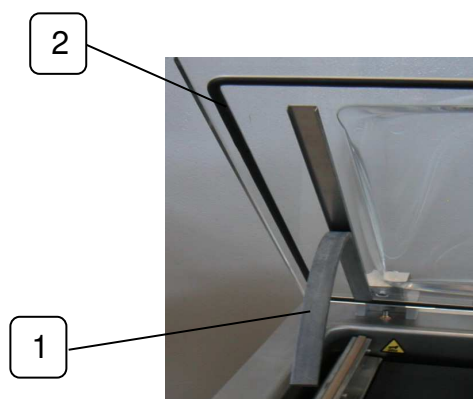
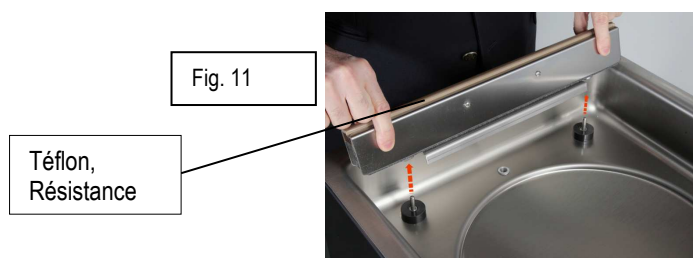

Fig. 10
Fig. 11
1. Nettoyer les barres de soudure (1, fig.9) et la contre barre en silicone (1, fig. 10) tous les 15 jours environ avec de l'alcool.
3. Remplacer les résistances électriques (fig. 11) le téflon de la barre de soudure (fig. 11), les joints de couvercle (2, fig. 10) environ toutes les 200 heures de travail.